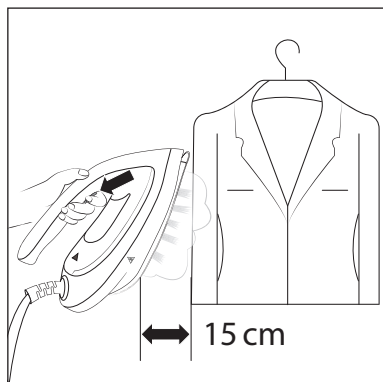

Fig. 6
❹ Nota
- 1) Fare riscaldare il ferro da stiro a vapore ❶ finché il tasto **MAX** ❷ o **ECO** ❸ non resta acceso in modo fisso.
- 2) Prendere il ferro da stiro a vapore ❶ dalla superficie d'appoggio ❷ e mantenerlo in posizione verticale a distanza di circa 15 cm dal capo di abbigliamento.
- 3) Premere il tasto per il getto di vapore ❸ (vedere fig. 6) e applicare uniformemente il vapore ai punti da lisciare del capo di abbigliamento.